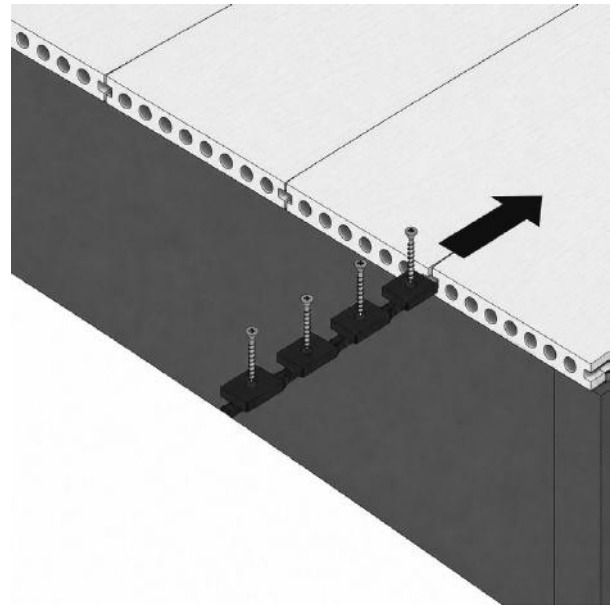

FIG. 9 - 6 MM VERDEKTE CLIPS TUSSEN DE LAATSTE PLANKEN GESCHOVEN
- Met de 2 planken op hun plaats en minimaal 6 mm speling ertussen schuift u het benodigde aantal 6 mm verdekte clips naar beneden (fig. 9)